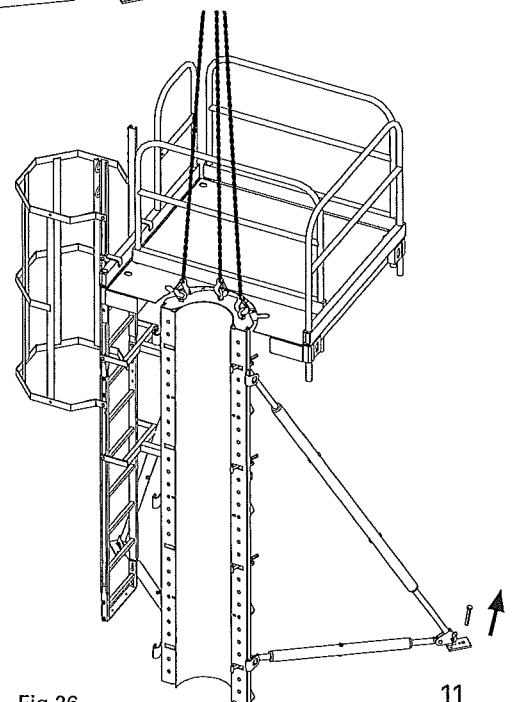

Fig.26
5. Agganciare la braca di sollevamento al semipilastro circolare ancora in posizione d'esercizio e rimuovere le viti dalle piastre di base dei puntelli di stabilizzazione (fig. 26).